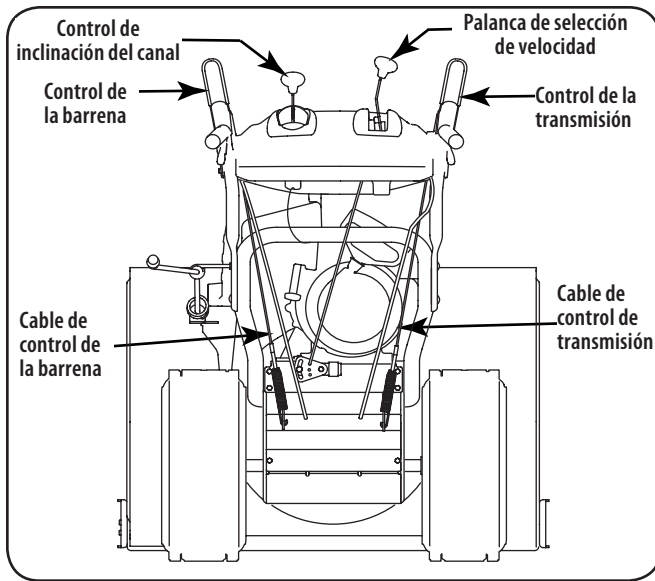

Figura 3-9
1. Cuando se suelta el control de la barrena y está en posición desengranada arriba, el cable debe tener muy poco juego. NO debe estar tenso. Vea la Figura 3-9.
4. Deje la barrena engranada durante aproximadamente diez (10) segundos antes de soltar el control de la barrena. Repita esta operación varias veces.
- Con el motor apagado, mueva la palanca de selección de velocidades a la sexta (6) posición. Vea la Figura 3-9.